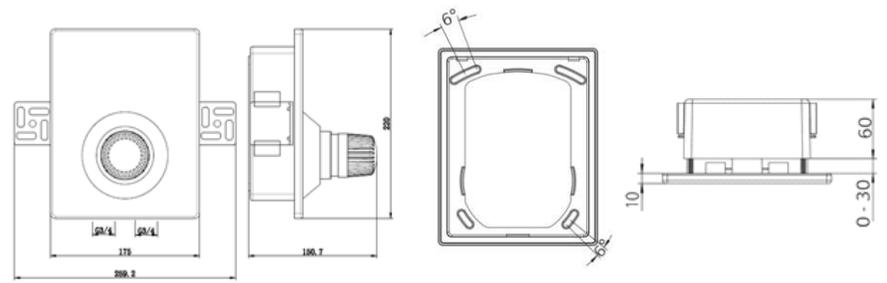

Рис. 2
- 6.2. Для установки монтажного комплекта в стене или перегородке необходимо подготовить нишу, исходя из размеров монтажного комплекта (рис. 2), а также прорезать штробы для подводящего и отводящего трубопроводов, и, при необходимости, каналы для проводов сервопривода или импульсной линии термочувствительного элемента.